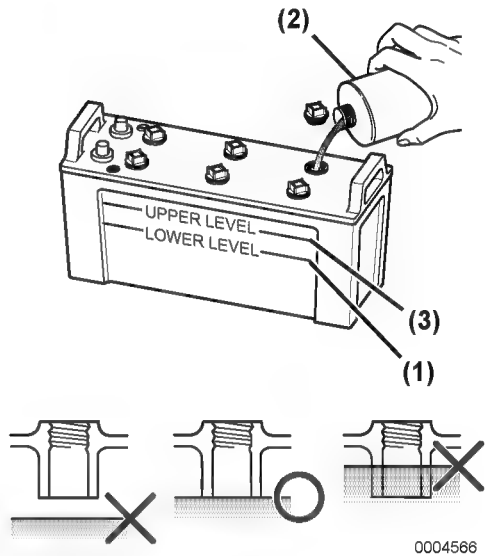

Figure 8
4. Si le niveau est inférieur au minimum, remplissez à niveau (**Figure 8, (1)**), remplissez avec de l'eau distillée (**Figure 8, (2)**) (disponible dans n'importe quel supermarché) jusqu'à la limite supérieure (**Figure 8, (3)**) de la batterie.